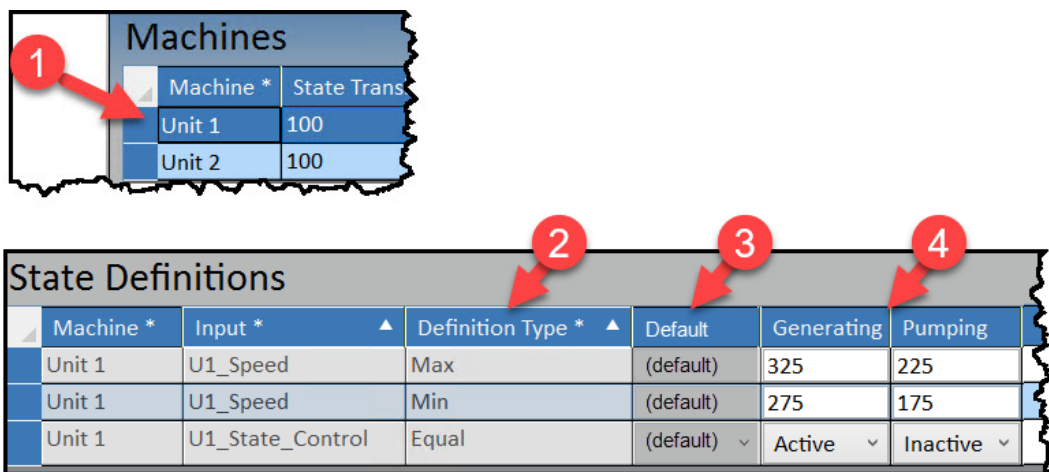

图 9-9) 状态的定义
按照以下步骤来为您的机器状态逻辑定义状态（参见图 9-9）。
4. 在此处为其他的机器状态添加参数。例如，在图 9-9 中，生成状态要求离散输入处于启用状态，且速度为 275-325 RPM。如需进入泵送状态，离散输入必须更改为禁用状态，且速度必须为 175-225 RPM。所有的其他条件都会导致默认状态。
下表说明了每个输入的定义类型（图 9-9，第 2 项）。